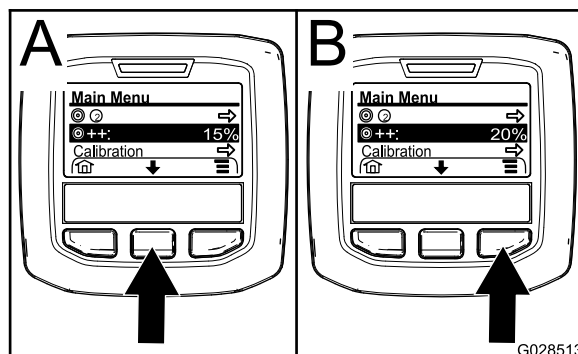

Рисунок 68
2. При необходимости нажмите среднюю кнопку выбора, чтобы выделить функцию увеличения нормы внесения (Рисунок 68).
Примечание: Значок увеличения нормы внесения выглядит как два символа (+) справа от метки в виде «бычьего глаза» (Рисунок 68).
3. Нажмите правую кнопку выбора (Рисунок 68), чтобы увеличить степень увеличения нормы внесения приращениями по 5% (максимум 20%).